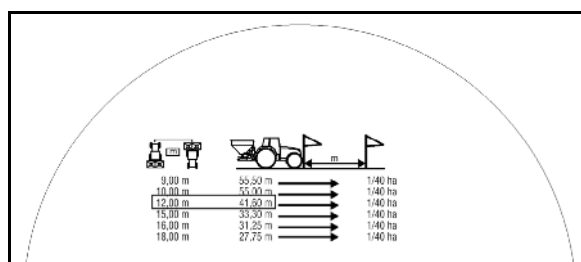

Fig. 70
4. Medir el recorrido de medición con precisión directamente en el campo. Marcar el punto inicial y final (Fig. 70).